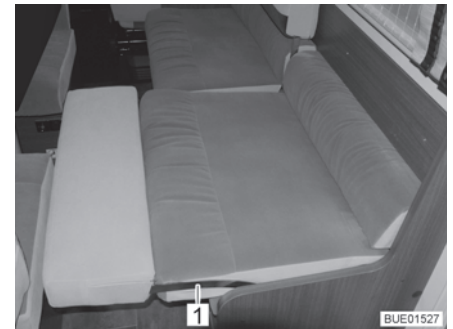

Fig. 98 Ajuste del cojín de nuca
- Presionar el cojín del asiento ligeramente hacia el interior en la zona de giro del arco metálico (Fig. 98,1).